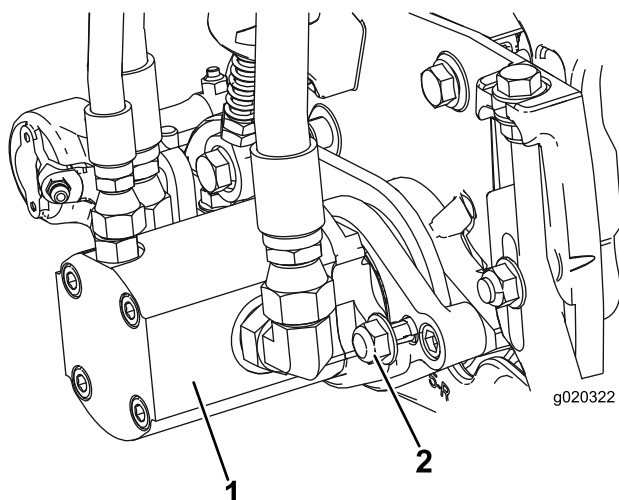

Figura 10
15. Instale o motor rodando-o no sentido dos ponteiros do relógio de forma a que as flanges do motor se afastem das porcas de bloqueio (Figura 10). Rode o motor no sentido contrário aos ponteiros do relógio até que as flanges envolvam as porcas e apertem as porcas.